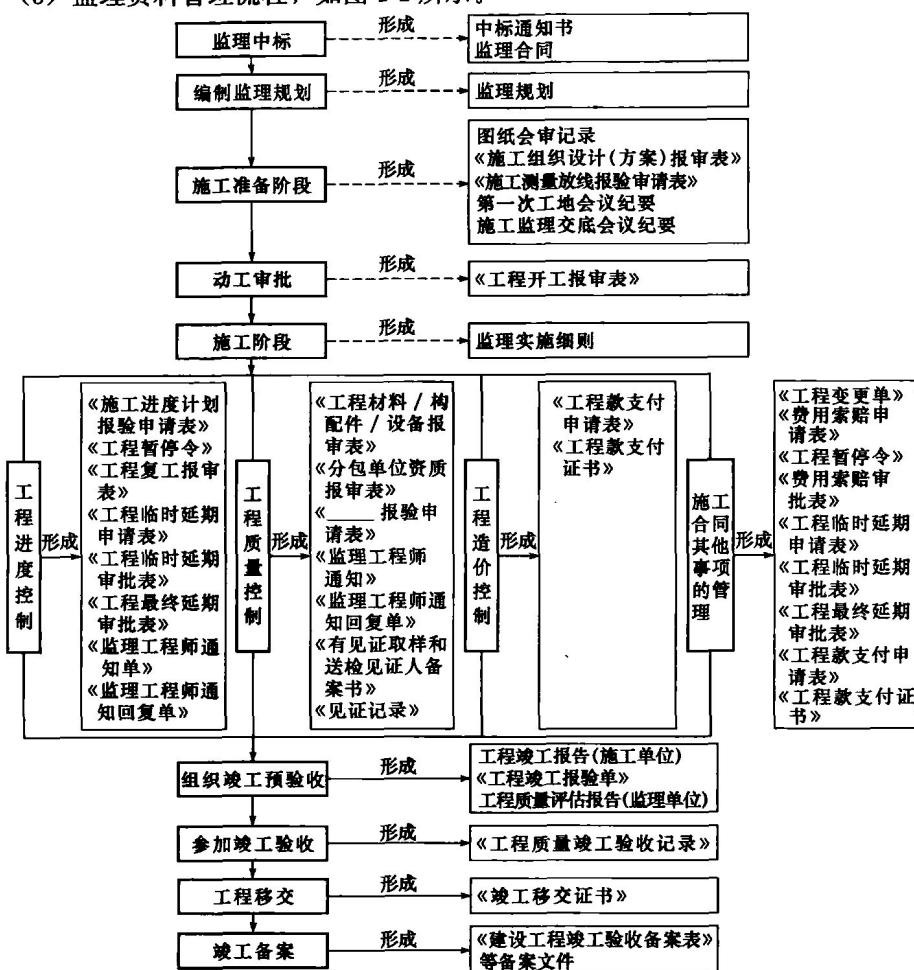

图 1-2 监理资料管理流程
- (1) 应按照合同约定审核勘察、设计文件。
- (2) 应对施工单位报送的施工资料进行审查，使施工资料完整、准确，合格后予以签认。
- (3) 监理资料管理流程，如图 1-2 所示。